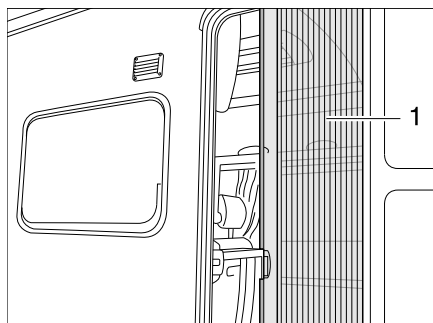

Bild 43 Insektenschutz
- Insektenschutz an der Leiste (Bild 43,1) ganz herausziehen.
- Insektenschutz an der Leiste (Bild 43,1) in Ausgangsstellung zurückschieben.